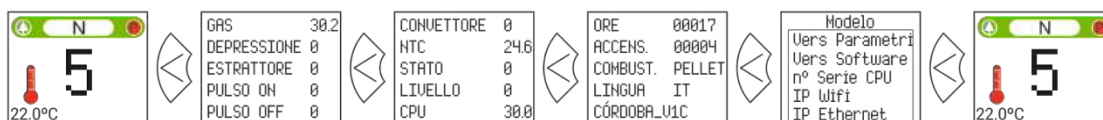

Figura 20
- Tastiera: Colore icona (punto ③ delle figure 4 e 5) oppure verificando il valore numerico (figura 20 della sezione 3.10).